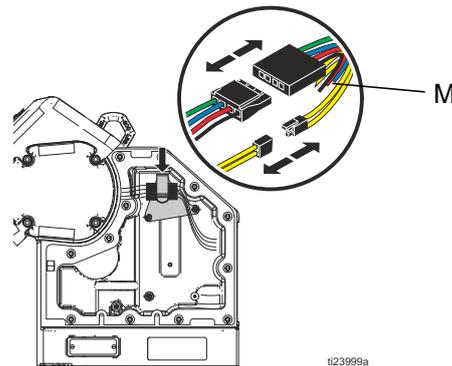

FIG. 19: Fili del motore
- Sensore di temperatura e alimentazione del motore. Vedere FIG. 19 a pagina 17.